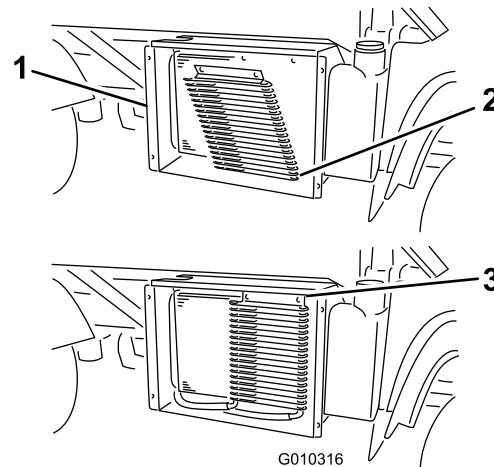

Figure 57
3. Le cas échéant, tournez les verrous et faites pivoter le refroidisseur d'huile pour l'éloigner du radiateur (Figure 57).